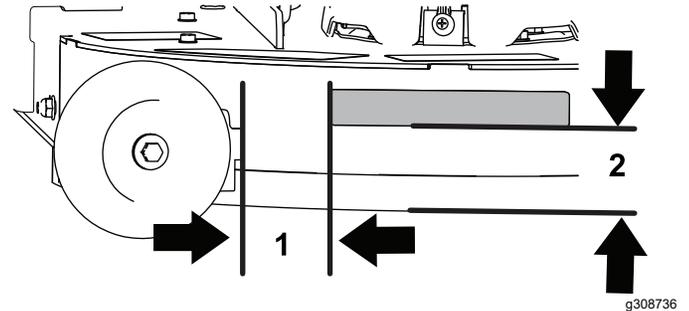

Figure 3
1. Apposez l'autocollant sur le tablier de coupe à l'emplacement indiqué à la Figure 3.